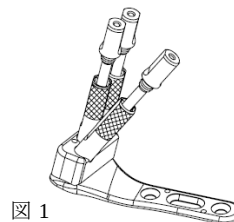

図 1
- 1) プレートの遠位部スクリューホールに、ブロック型ガイド（ロング）を設置し、遠位ドリルスリーブをセットアップした後、遠位ガイドピンスリーブを組み付けます。（図 1）